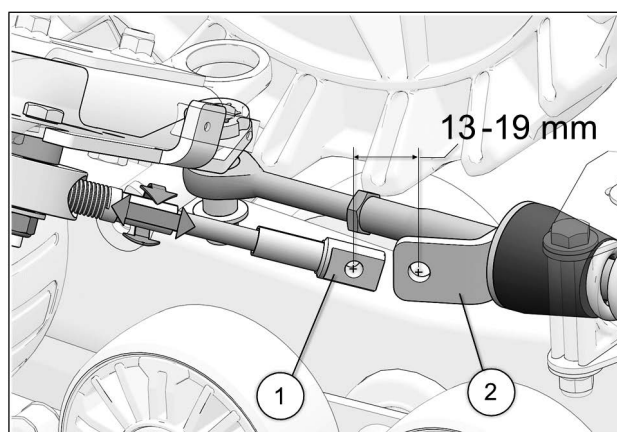

Fig. 25
16. Tourner le volant du véhicule au maximum de la course du côté gauche. En maintenant une pression au volant, ajuster le câble (en vissant ou dévissant pour ajuster la longueur). Voir la Fig. 25
17. Obtenir une distance de 13-19mm du centre de l'extrémité du câble (1) au centre de l'extrémité du support de fixation (2). Voir la Fig. 25